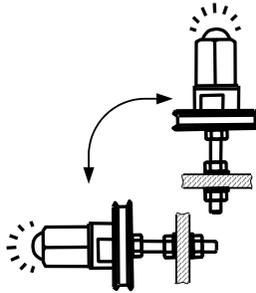

Рисунок 8
3.5.1 Индикатор крепится за шпильку M8 посредством гаек и зубчатых шайб из комплекта. Допускается любое их пространственное положение, при котором достигается достаточный обзор светодиода, надежность крепления контактного зажима заземляющего проводника (рисунок 8).